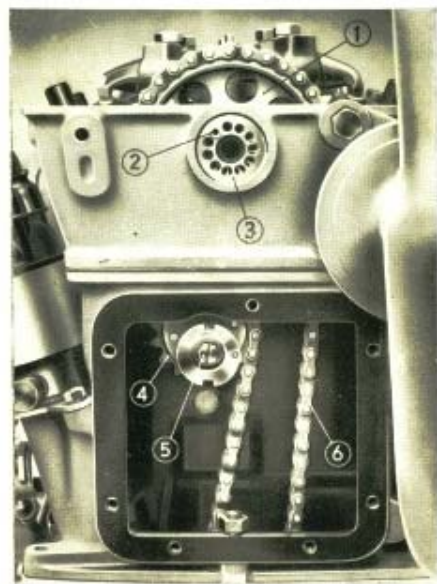

Fig. 12. Messa in fase della distribuzione.
d) a questo punto, fissare la posizione dell'ingranaggio di comando dell'albero distribuzione sull'albero stesso, piantando il grano di riferimento (2) nel foro dell'ingranaggio che viene a trovarsi in esatta corrispondenza con uno dei fori praticati nella flangia dell'albero distribuzione (ved. fig. 12);
e) determinata con esattezza la posizione relativa tra l'ingranaggio (1) e l'albero distribuzione, serrare la vite di fissaggio, facendo attenzione che la sporgenza del grano di riferimento entri nell'apposito alloggiamento praticato nella rondella di chiusura interposta tra la vite e l'ingranaggio;